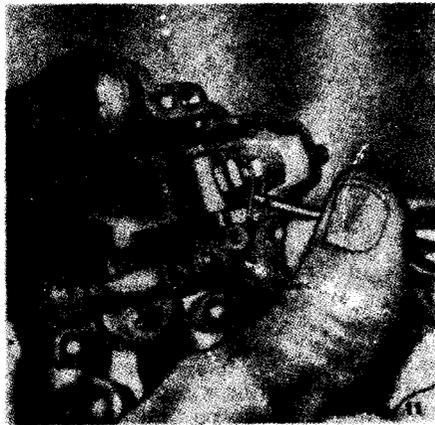

fig. 11
Retire a agulha de dentro do corpo da válvula. Se a ponta da borracha da agulha estiver danificada, substitua o conjunto da válvula por um novo. Remova a presilha (10) que prende o eixo da bóia forçando-a com uma chave-de-fenda (fig. 11). Ao retirar o grampo, ponha a mão sobre a cuba do carburador, para impedir que o grampo pule longe.